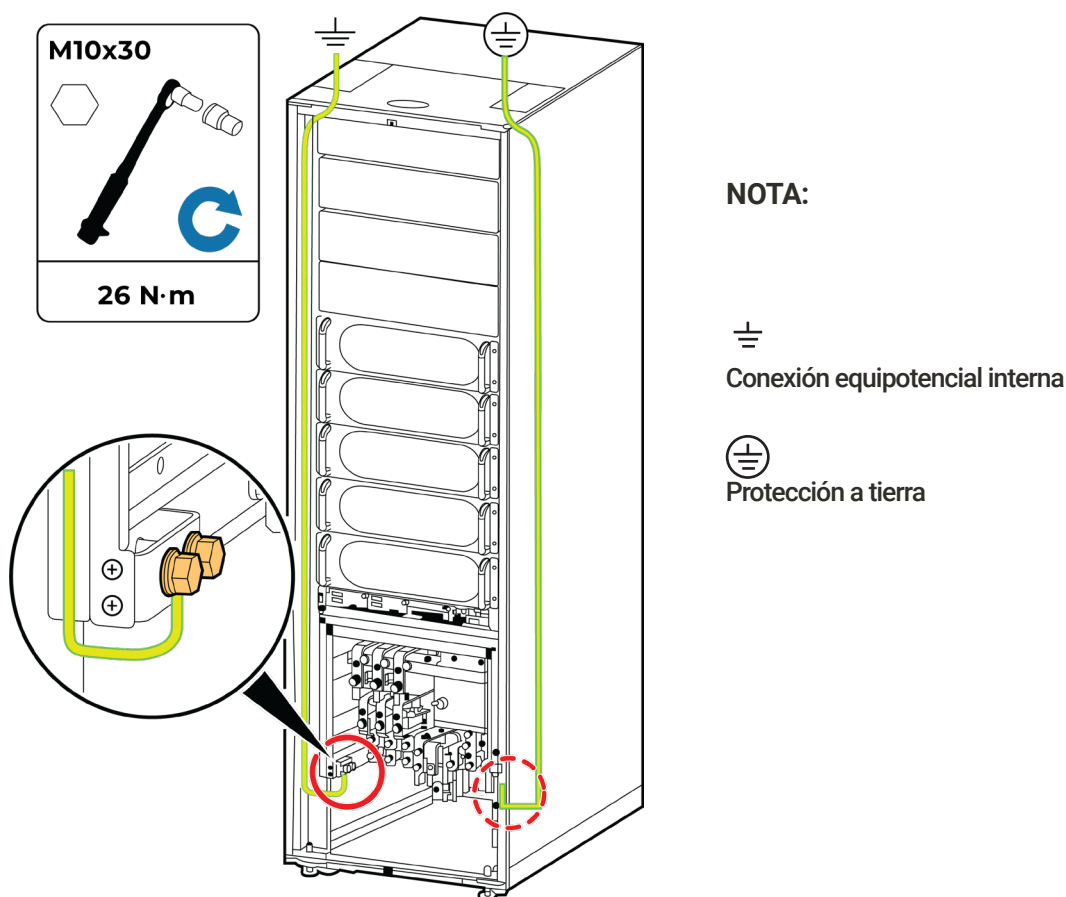

FIGURA 3.11 CABLEADO DE PROTECCIÓN A TIERRA
Paso 3: Conecte los cables de tierra, como se muestra en la Figura 3.11.